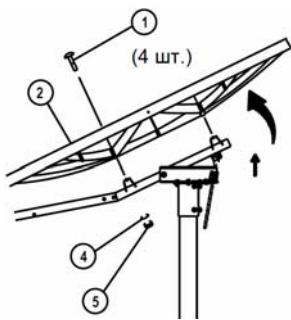
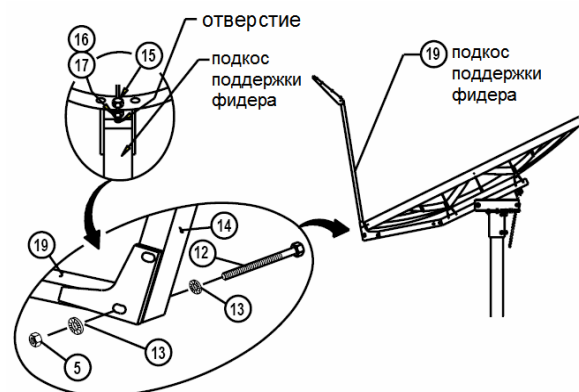

Рис. 7-4.
Рис. 7-6.
5. Вставить четыре болта М12х100 мм с круглыми головками (1) в рефлектор (2) и поместить рефлектор ставить на опорную раму. Закрепить рефлектор на раме, используя четыре разрезных шайбы М12 и четыре гайки (4, 5). Затянуть с усилием 27 нм. (См. Рис. 7-4). Затянуть болты подкоса (12) (Рис. 7-6) 4шт. с усилием 58 нм.
ВАЖНО: стрелка “UP” (вверх) на рефлекторе должна быть ориентирована, как показано на Рис. 7-4. Убедитесь, что болты с круглыми головками правильно встали в рефлекторе до того, как их затягивать. Подтянуть болты с круглыми головками М12 х 35 мм (27) с усилием 12 нм. (См. Рис 7-4).
ЗАМЕЧАНИЕ: ребристые шайбы М12 (13) должны быть надеты на болты (12) по одной под головку болта и под гайку (4). (См. Рис. 7-6) Оставьте эти болты не затянутыми.